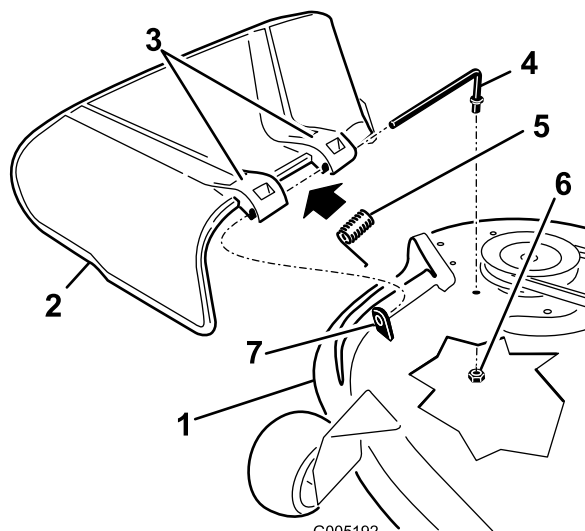

Bild 68
2. Schieben Sie die Stange aus dem kurzen Vorsprung, der Feder und dem Ablenkblech (Bild 68).
4. Montieren Sie das Ablenkblech (Bild 68).
7. Schieben Sie die Stange durch die zweite Halterung am Grasablenkblech (Bild 68).
9. Befestigen Sie das hintere Stangenende mit einer Mutter (3/8") am Mähwerk, wie in Bild 68 abgebildet.
1. Nehmen Sie die Mutter (3/8 Zoll) aus der Stange unter dem Mähwerk ab (Bild 68).